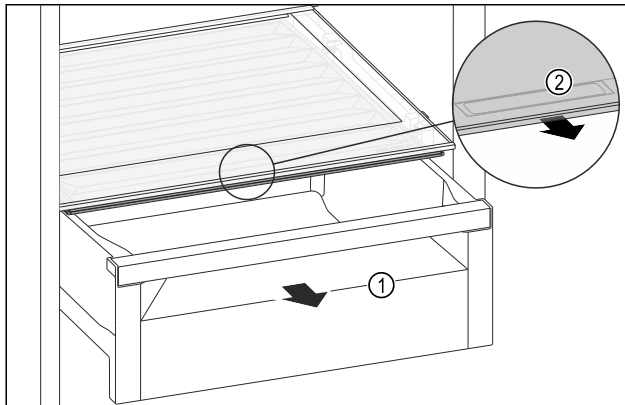

Fig. 125
- Estrarre il cassetto Fig. 125 (1).
- Afferrare la maniglia incassata Fig. 125 (2) sul coperchio dello scomparto e tirare allo stesso tempo in avanti il coperchio dello scomparto.